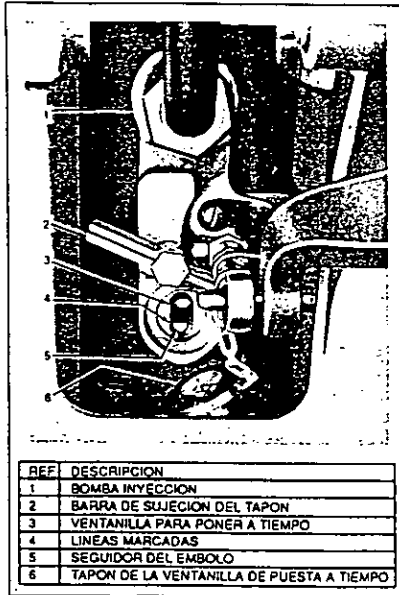

Figura 67. Bomba puesta a tiempo.
- Las bombas de inyección de combustible empleadas en los motores diesel, están puesta a tiempo correctamente cuando la parte superior del seguidor del embolo esta alineado con las líneas rayadas en la ventanilla de puesta a tiempo de la bomba (ver figura 67).
2. Retire las cubiertas de las cabezas de todos los conjuntos de potencia, retire la cubierta de las ventanillas para poner a tiempo las bombas de inyección de combustible y las cubiertas de ajuste de la barra ajustadora de la bomba en la cara frontal inferior de cada conjunto de potencia (ver figura 67).